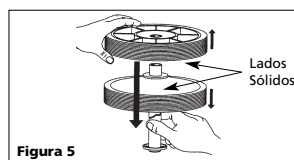

Figura 5
4. Conecte ambas ruedas al eje, **con los lados sólidos juntos** (Figura 5).